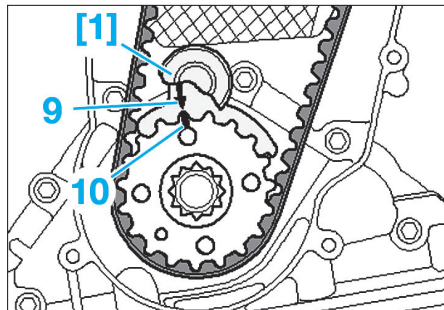

FIG. 17
• Bloquer le vilebrequin est freiné avec l'arrêt de vilebrequin [1] (Fig.17).